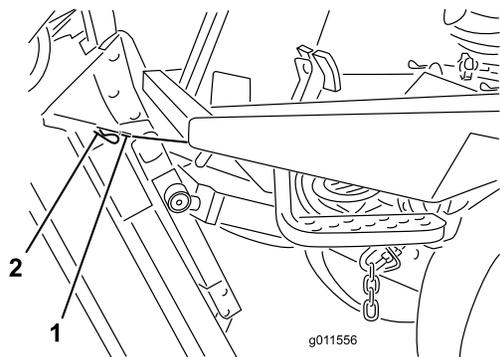

Figura 80
- Mantenendo l'apparato di taglio verticale, fate passare l'estremità del cavo sopra il perno del braccio di sollevamento dell'apparato, e fissate il cavo con la coppiglia (Figura 80).